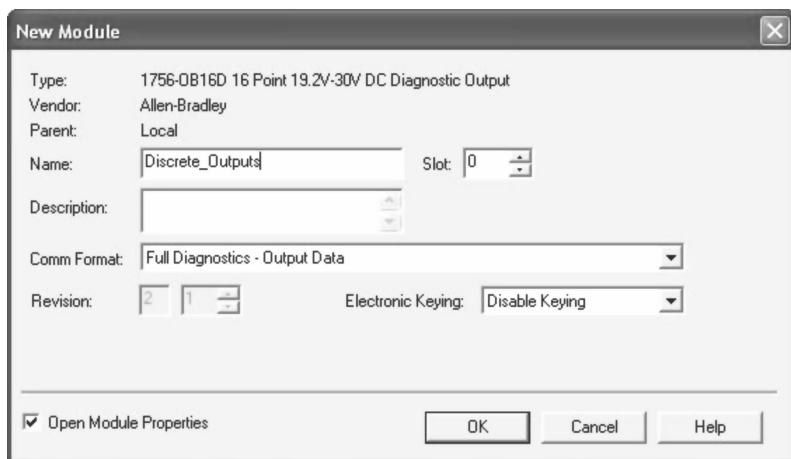

图 2-11 打开的数字量模块属性窗口
16. 输入“名称”（Name）、“插槽”（Slot）和“电子匹配”（Electronic Keying）参数，如图 2-11 所示。保留所有其他字段的默认值。